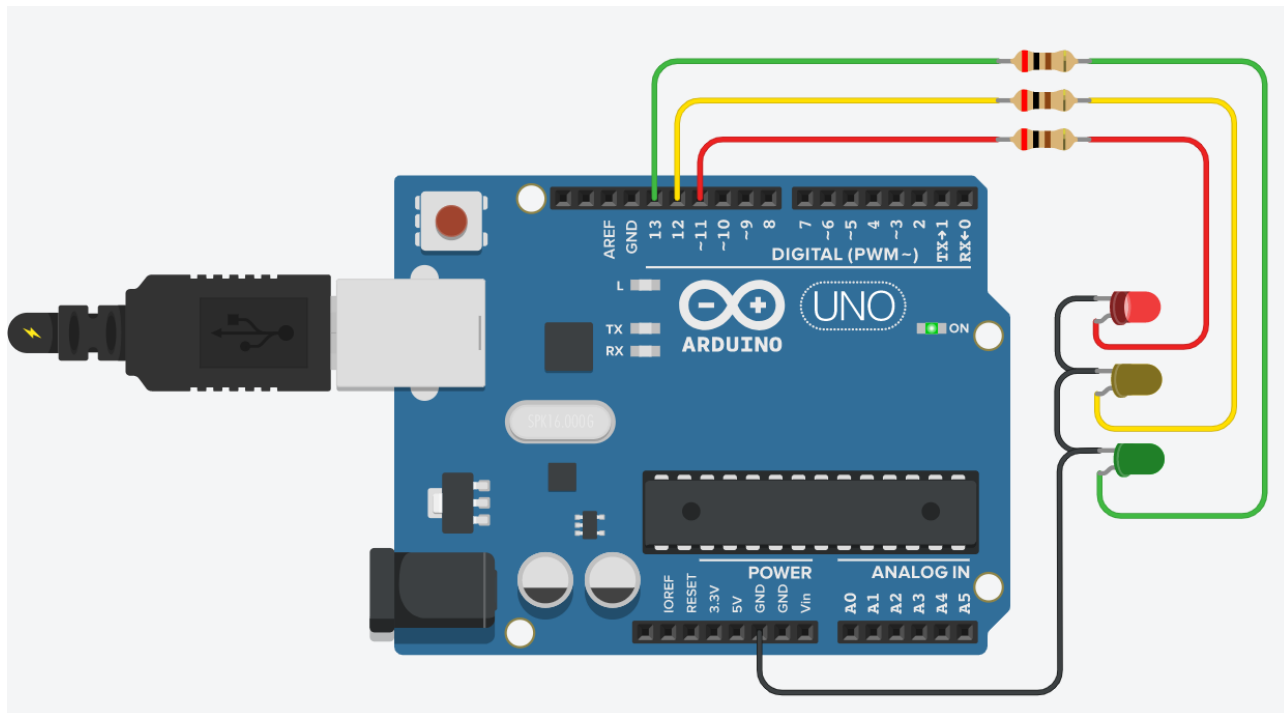

Рис.1.17 Загальна схема підключення світлодіодів
9. Реалізувати представлену схему на рис. 1.17.
Необхідно приєднати світлодіод до плати Arduino UNO, а також написати програму, що буде керувати ввімкненням та вимкненням світлодіоду. Для підключення світлодіоду до плати Arduino необхідно на анод світлодіоду під'єднати резистор 220 Ом. Загальна схема підключення зображена на рис.1.17.